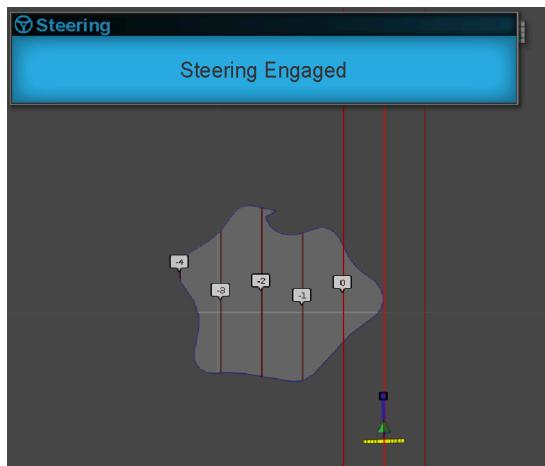

図 3
- ステアリングが作動—ステアリングアシスト機能が作動すると視覚的なアラームが表示されます(図3)。